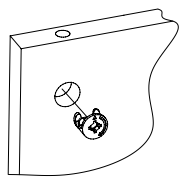

Рис.1
- Подготовьте детали к сборке. Вставьте головки минификсов в детали 2, 3, 4, 5, 6, 7, 8 (Рис.1).